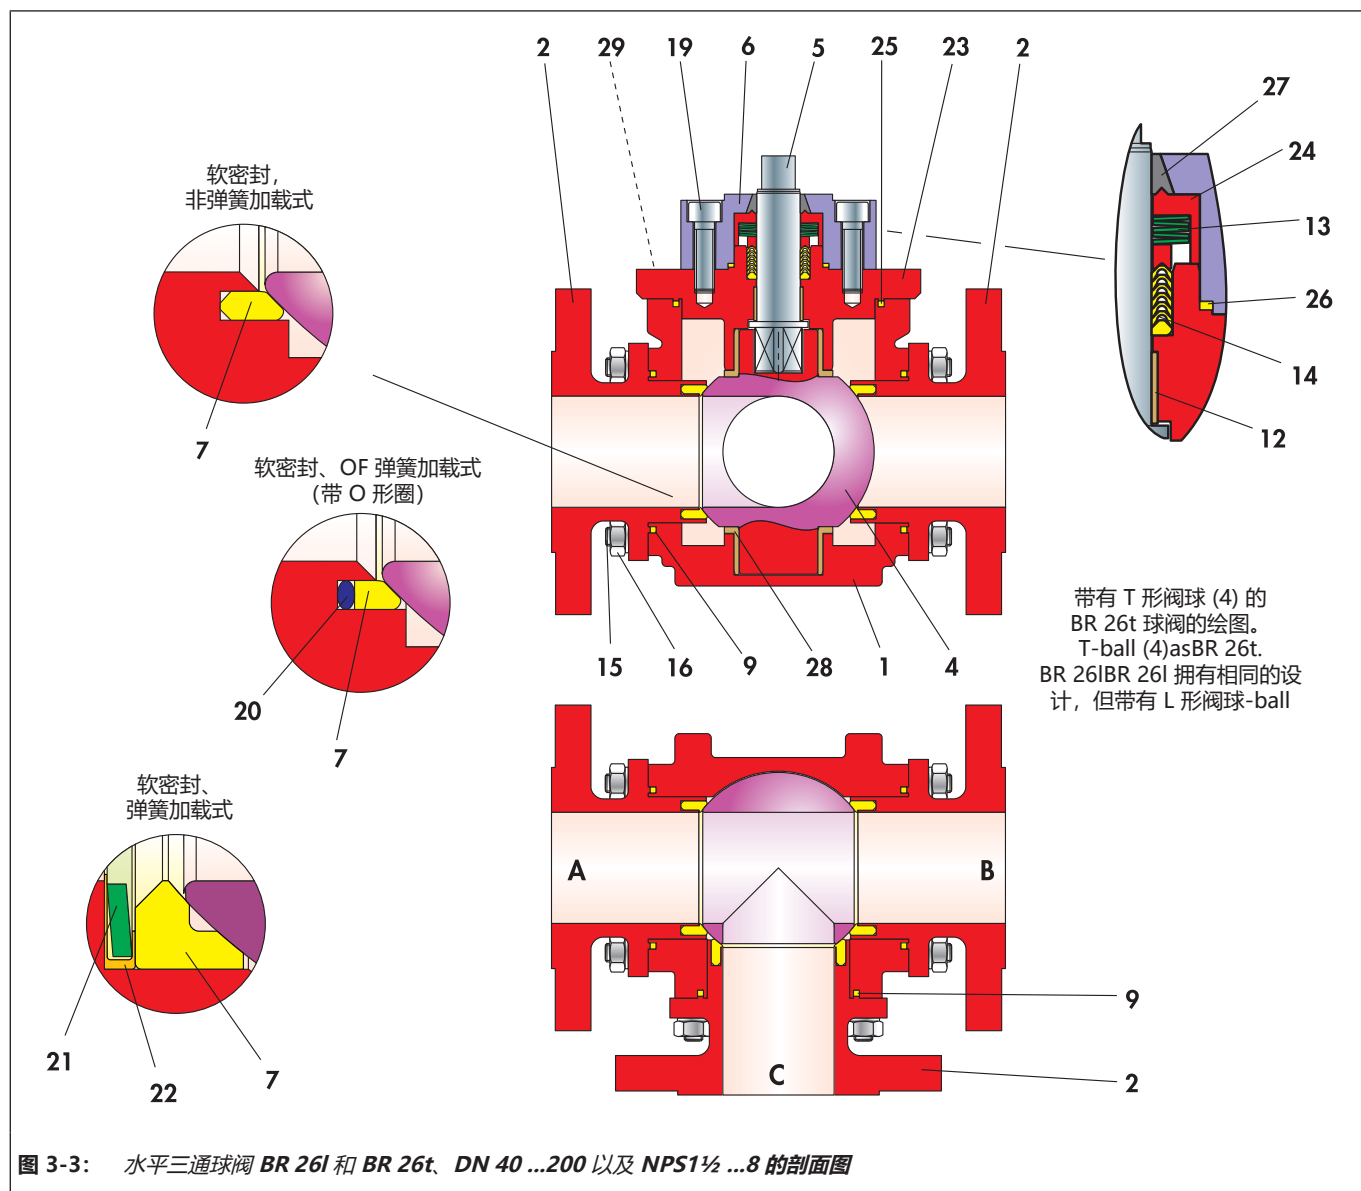

图 3-3: 水平三通球阀 BR 26I 和 BR 26t, DN 40 ...200 以及 NPS1½ ...8 的剖面图
- 根据具体型号，可使用带有螺母 (16) 或螺钉 (15) 的双头螺栓 (15)。
- ⇒ 将下部轴承套 (28) 插入主阀体 (1)。有关轴承套的对齐，请参见图 3-3。
- ⇒ 轻轻润滑球阀的 (4) 的枢轴。
- ⇒ 小心地将球阀 (4) 插入主阀体。将球阀的下枢轴插入主阀体中的轴承套 (28)。
- ⇒ 轻微旋转轴承套 (12)，并将其推到控制轴 (5) 上。
- ⇒ 从内部将控制轴 (5) 穿过控制轴管并插入阀盖法兰 (23)。
- ⇒ 请勿损坏控制轴 (5) 的密封表面。
- ⇒ 在将轴承套 (12) 和控制轴 (5) 定位在阀盖法兰 (23) 中时确保其未倾斜。
- ⇒ 将 V 形环填料 (14) 轻微旋转滑过所安装的控制轴 (5)，并将其插入阀盖法兰 (23) 的填料位置。有关 V 形环的排布，请参见图 3-3。
- ⇒ 将盘簧组 (13) 穿过球阀轴 (5) 向上直抵 V 形环填料 (14)。有关盘簧排布, 请参见图 3-3。
- ⇒ 将衬套 (24) 穿过控制轴 (5) 向上直抵盘簧 (13)。
- ⇒ 将阀环 (27) 压入填料箱法兰 (6)。
- ⇒ 将 O 形圈 (26) 插入填料箱法兰 (6)。
- ⇒ 将填料箱法兰 (6) 穿过控制轴放到阀盖法兰 (23) 上。
- ⇒ 轻轻润滑螺钉 (19)。
- ⇒ 用螺钉 (19) 调整填料箱法兰。